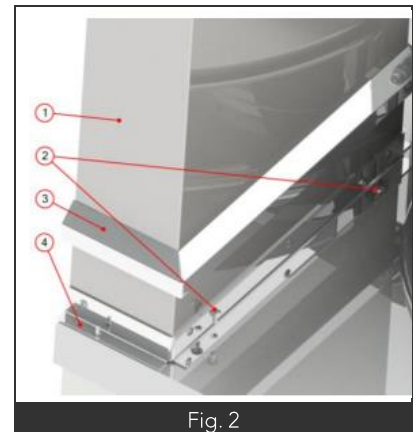

Fig. 2
- Placer la mitre sur le dessus (Fig2 Rep1)
- Fixer la collerette sur le dessus (Fig2 Rep4 et 2)
- Mettre le cache collerette (Fig2 Rep3).